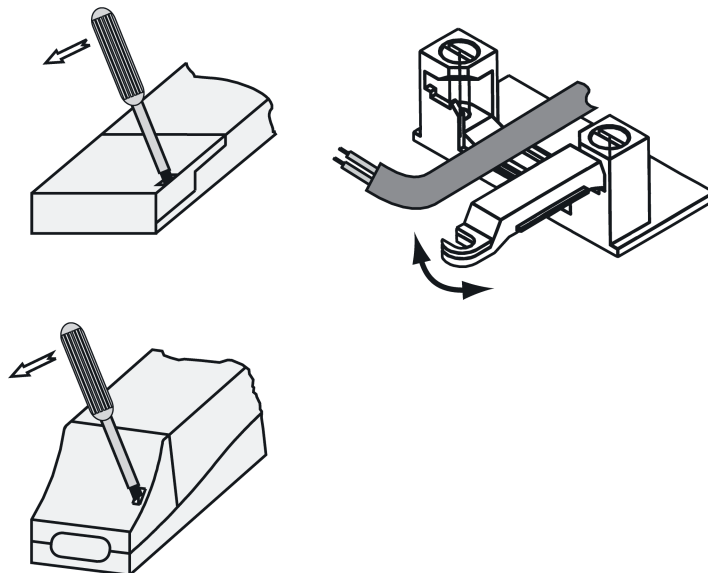

Bild 1: Skyddskåpa och dragavlastning
- Ta i förekommande fall av skyddskåporna (bild 1).
- Montera dragavlastningen (bild 1).